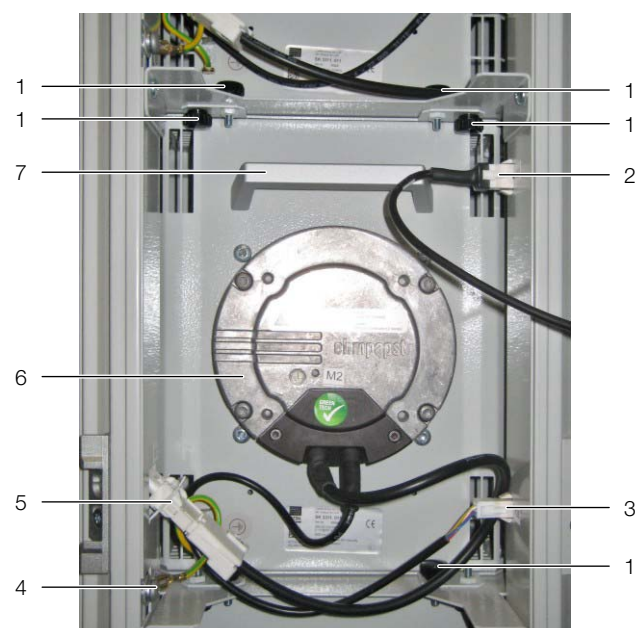

Рис. 30: Вентиляторный модуль в модульном отсеке – исполнение у LCP Inline и LCP Rack
- Если вы хотите заменить вентилятор 2 и установлен опциональный графический дисплей, отсоедините сначала штекер X33 кабеля подключения (рис. 30, поз. 2).
- Отсоедините слева и справа оба штекера подключения DC и AC вентилятора (рис. 30, поз. 3 и 5).
- Отсоедините заземление от вентилятора (рис. 30, поз. 4).
- Отсоедините сверху и снизу слева и справа два винта (рис. 30, поз. 1) на пластинах крепления вентилятора.